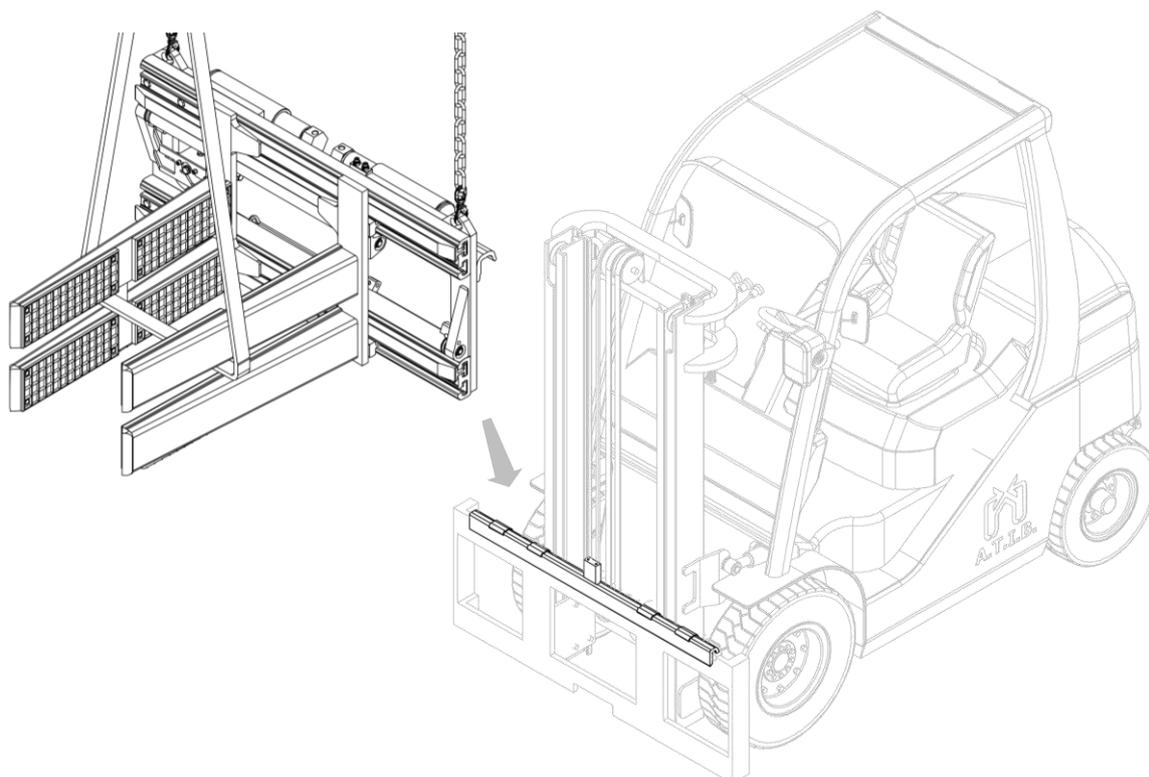

Figura 7
7. Agganciare quindi l'attrezzatura con un carroponete o un paranco di portata sufficiente posicionarla sul doppio gancio, avendo cura di posicionarla in modo corretto (vedi Figura 7).